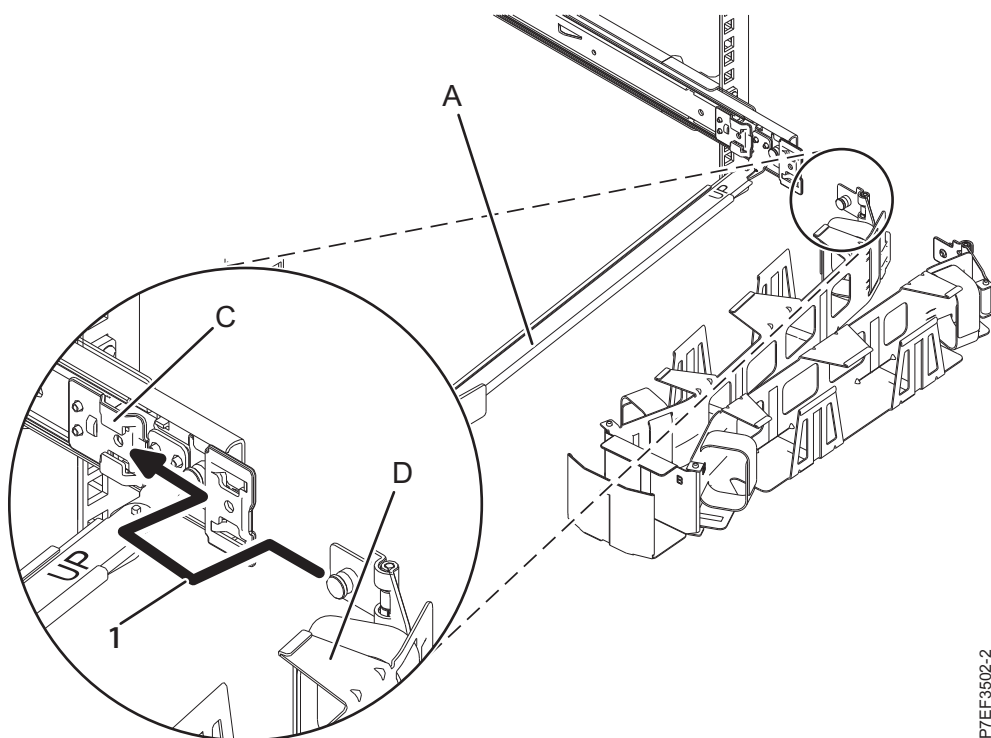
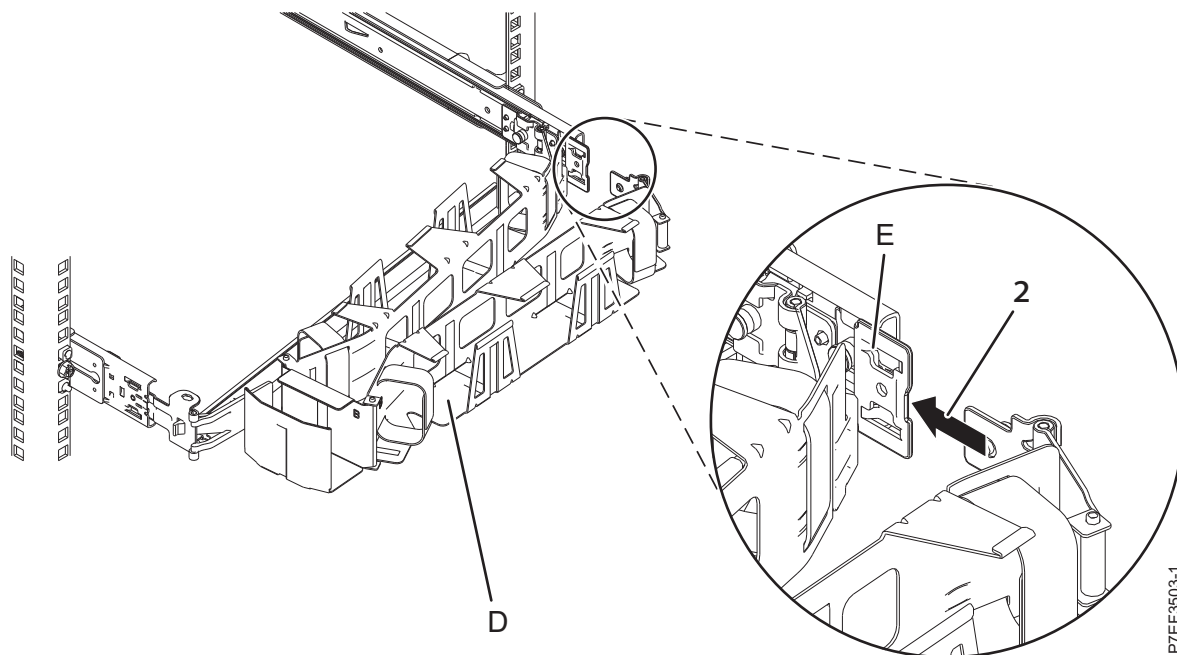

Figura 15. Deslizando a guia do suporte para organização de cabos no slot do suporte de montagem
Figura 16. Deslizando a outra guia do suporte para organização de cabos no suporte de extensão
7. Posicione o suporte para organização de cabos (D) no braço de suporte (A). Deslize a primeira aba do suporte para organização de cabos no slot no suporte de montagem (C). Empurre a presilha até que a trava com mola se encaixe no lugar. Deslize a outra guia do suporte para organização de cabos no suporte de extensão (E) no lado externo do trilho deslizante da direita (2). Empurre a presilha até que a trava com mola se encaixe no lugar. Para obter detalhes, consulte Figura 15 e Figura 16 na página 11.